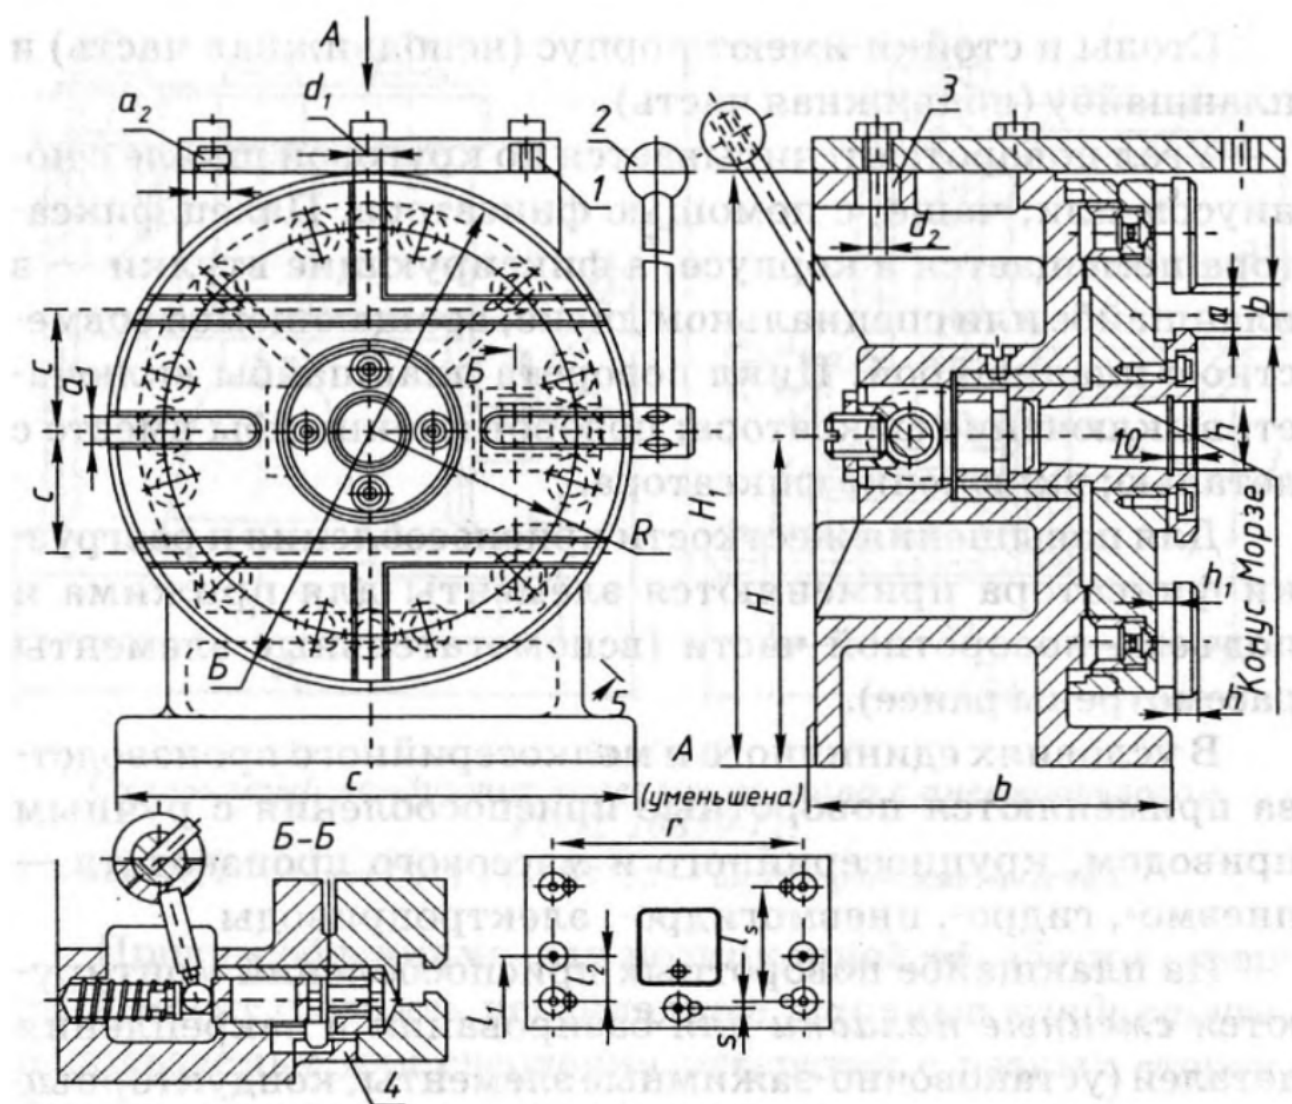

Рис. 19.
2. Составьте описание конструкции и принципа действия приспособления по рис. 19.